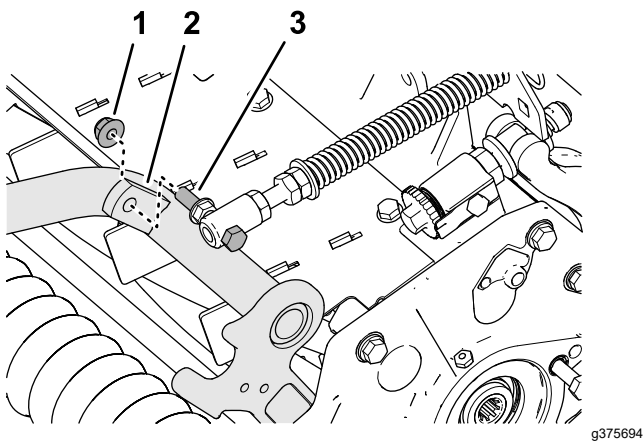

Figura 10
4. Monte o parafuso da mola de compensação do gramado na aba direita da estrutura do transportador (Figura 10) com a contraporca flangeada ($\frac{3}{8}$ pol.).